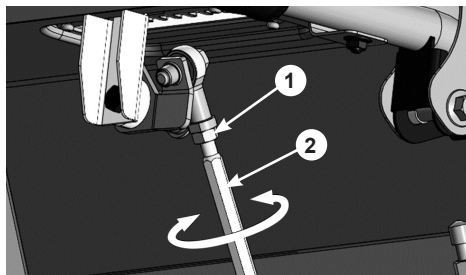

Рис. 37. Регулировка длины тяги рычага переключения передач
- Если данное условие не выполняется, ослабьте затяжку контргаек сверху и снизу тяги и, вращая шестигранный тягу по или против часовой стрелки, отрегулируйте положение фрикционного колеса (Рис. 37).